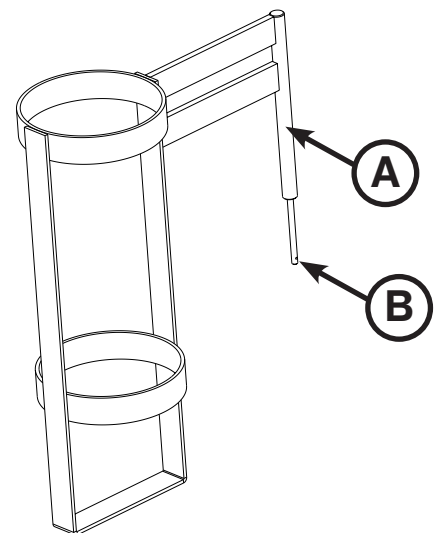

図16.2: 縦型酸素ポンベホルダー
1. サポートバー (A) を担架台の四隅にあるI.V.ポールの1つに差し込みます。
2. 図16.2に示すように、コッターピン (B) をサポートバーの穴から差し込んで、所定位置にポンベホルダーを据え付けます。